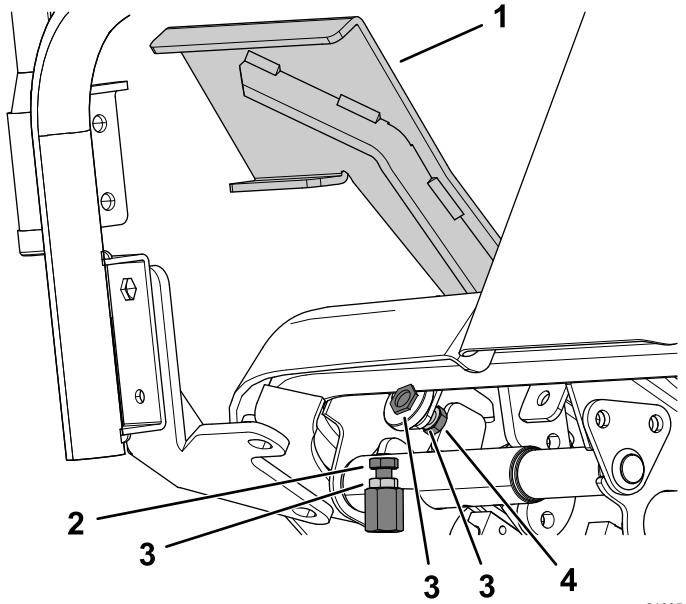

図 96
- 走行ペダルを前進一杯に押し込む図 96。
- レンチを使用して、前進用ペダルストップを保持しながら、ブラケットの裏側にあるジャムナットをゆるめる図 96。
- 走行ペダルを希望位置に動かす図 96。
- ブラケット裏側のジャムナットで、ペダルストップが走行ペダルに当たるように調整する図 96。